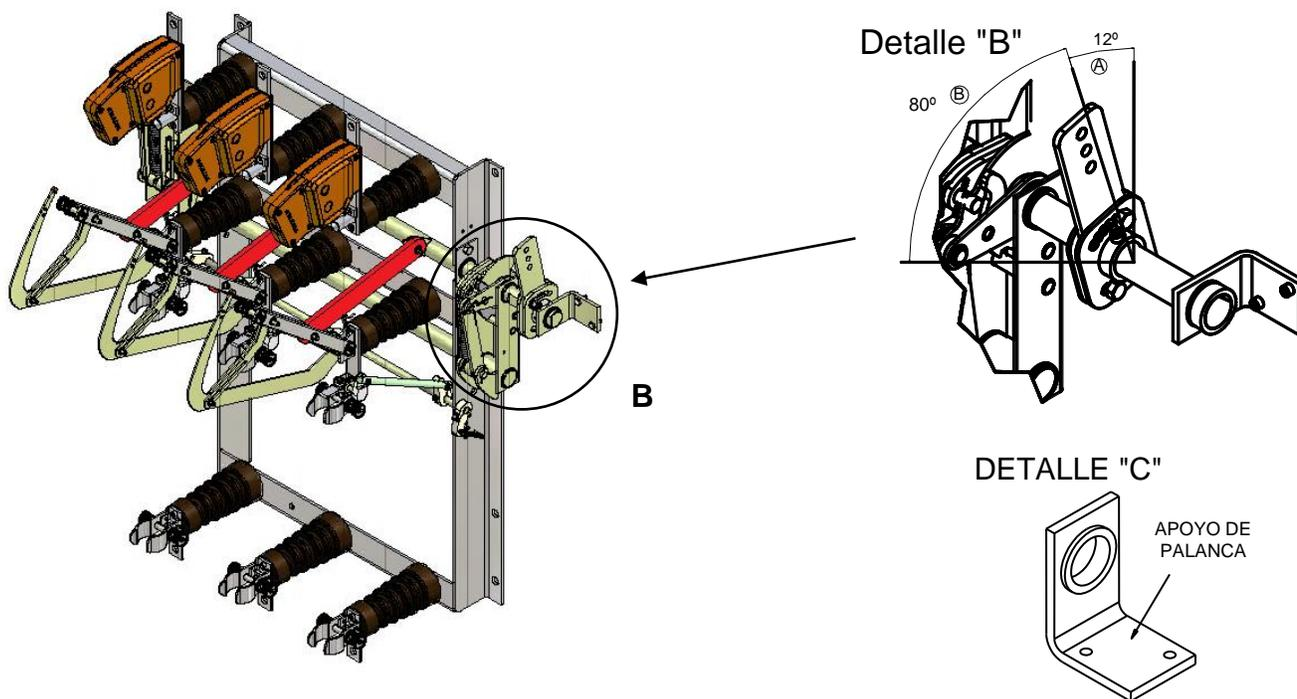

Figura 4
- 4.9. En los equipos de 38 kV, se debe instalar el apoyo de palanca (Figura 4 detalle "C") para evitar flexiones del accionamiento y por consiguiente problemas de operación en el equipo. Es importante que al momento de instalar la palanca de accionamiento ésta conserve un ángulo de 12° con respecto a la vertical (Figura 4 detalle "B").